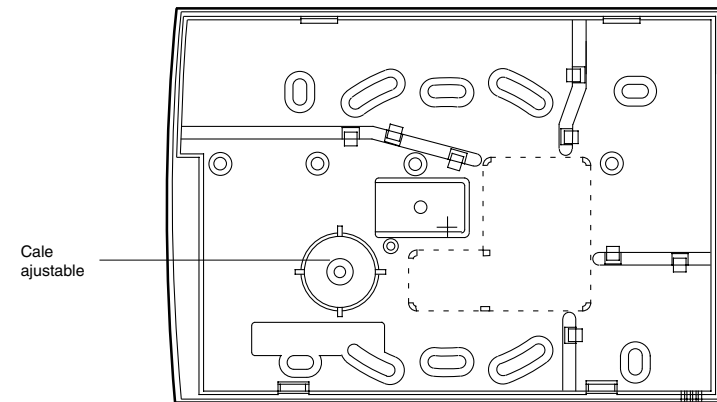

Figure 7. Embase du clavier 9930
L'embase du clavier 9930 comporte une cale ajustable qui doit être utilisée afin de vérifier que le contact d'autoprotection fonctionnera correctement si le clavier doit être installé sur une surface inégale. La figure 7 ci-dessous représente l'embase du clavier ainsi que la position des trous de fixation.
2. Maintenir l'embase contre le mur et marquer l'emplacement du trou central dans la cale ajustable (se reporter à la figure 7).